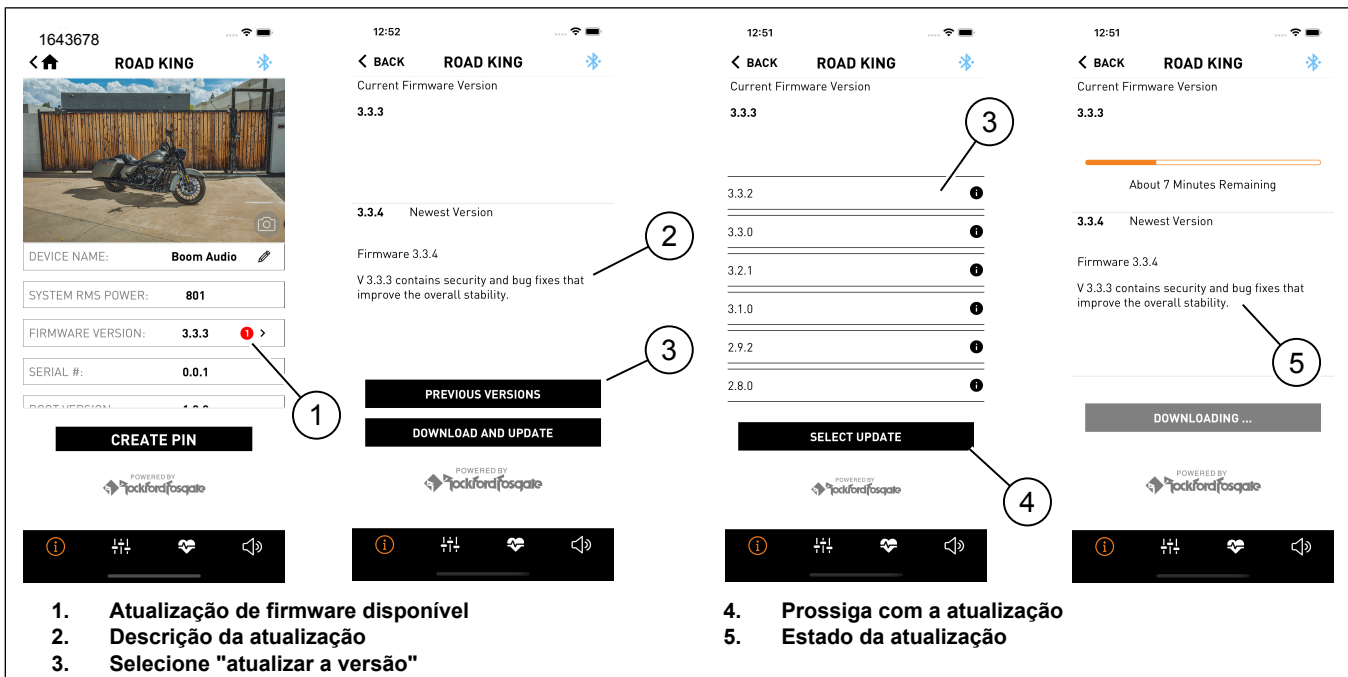

Figura 19.
1. Ver a Figura 19. O círculo vermelho indica que se encontra disponível uma atualização de firmware (1).
2. Breve descrição da atualização (2).
- b. Prima "versão anterior" (3) se desejar essa versão.
3. Selecione uma atualização de versão (3) e prossiga com a atualização (4).